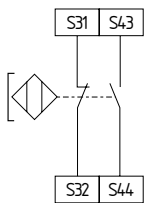

Fig. 14
8.3.3 Configuração de sensores - Comando de dois canais de interruptores magnéticos conforme EN 60947-5-3 (ver Fig. 14)